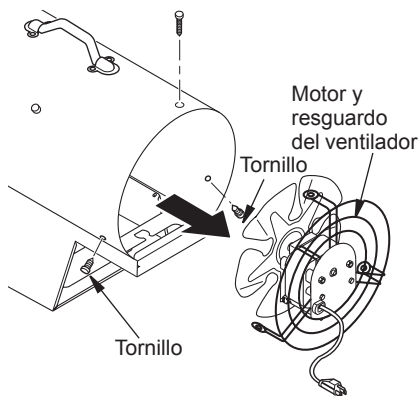

Figura 9 - Reemplazo del motor y el resguardo del ventilador en el calentador
11. Coloque el motor y el resguardo del ventilador en la parte posterior de la cubierta del calentador. Asegúrese que el cable de alimentación esté situado correctamente (consulte la figura 9).
12. Inserte tres tornillos a través de la cubierta del calentador y hacia el interior del resguardo del ventilador (consulte la figura 9). Apriete los tornillos firmemente.
8. Coloque el motor y el resguardo del ventilador en la parte posterior de la cubierta del calentador. Asegúrese que el cable de alimentación esté situado correctamente (consulte la figura 9).